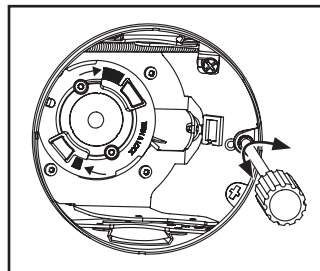

Figura 17.
- Afloje el tornillo de bloqueo de giro, por medio de un destornillador Phillips N.º 2 (Figura 17.).
- Ajuste el tornillo de bloqueo de giro para asegurar la posición deseada. (No ejerza demasiada torsión). (Figura 17.).
2. Ajuste el tornillo de bloqueo de giro (Figura 17.).